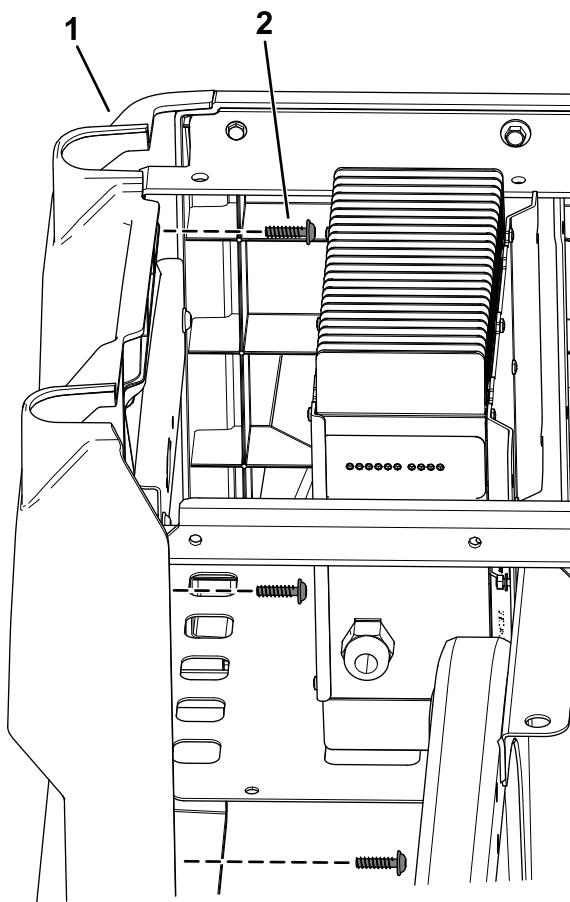

図 7
- T30 ソケットレンチを使って、左側パネルから Torx ヘッドねじM6.0 x 22mm4本を外してパネルを外す図7。